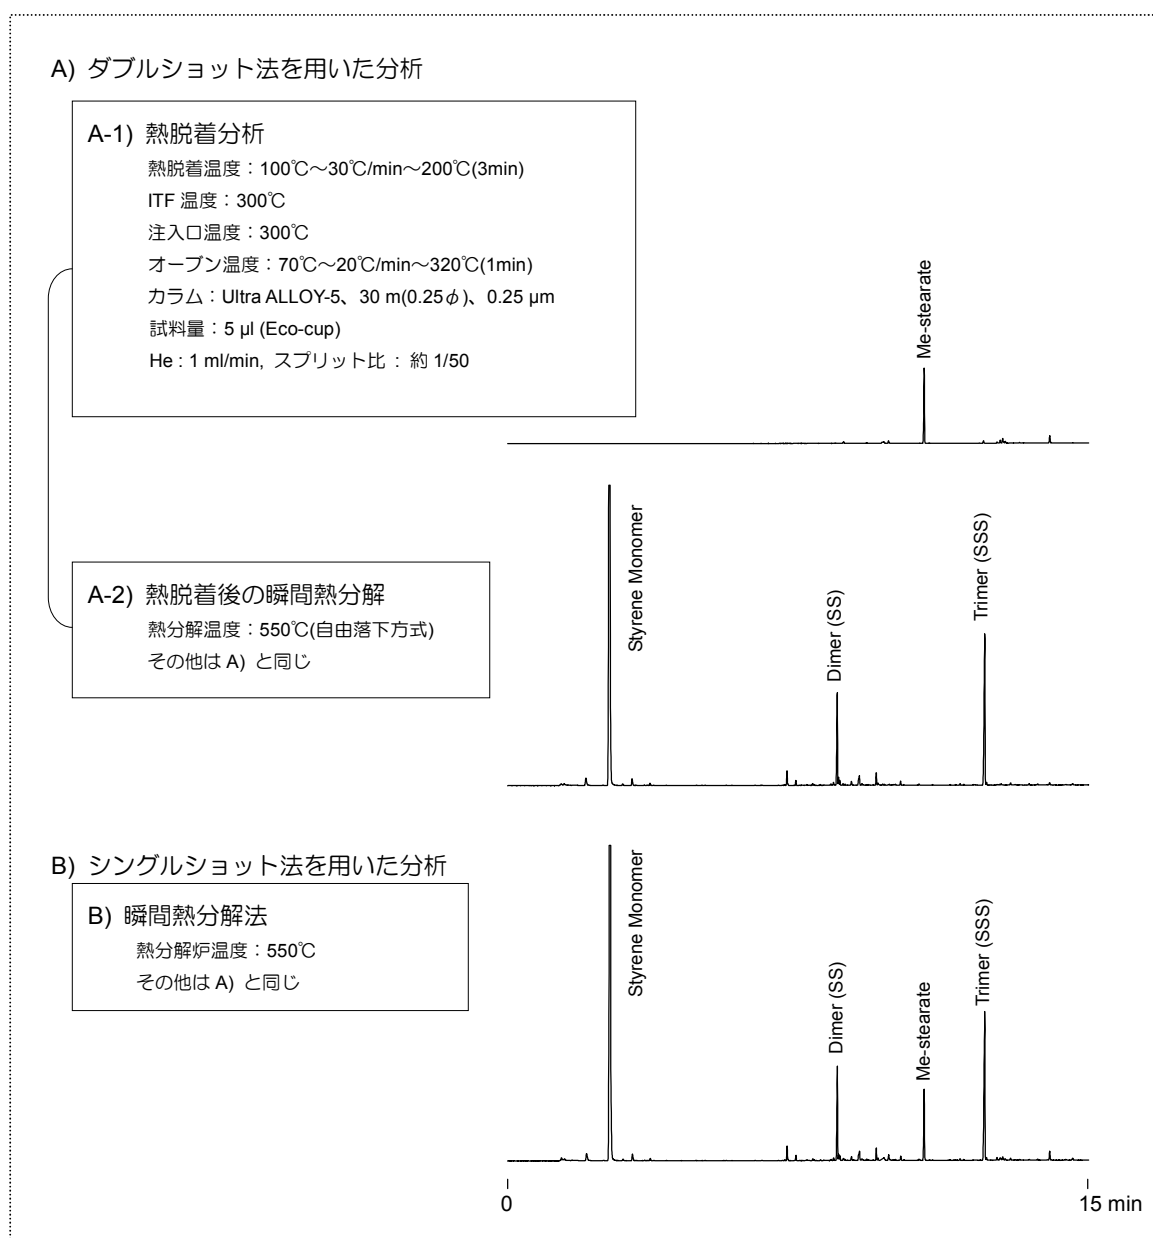

Fig. 5.8 ダブルショット法とシングルショット法による分析比較例
STEP2 熱分解装置と GC の分析条件の設定 (Fig. 5.8 参照)
ダブルショット法により得られた熱脱着と自由落下による瞬間熱分解による分析結果を、Fig. 5.8 の A-1)、A-2)に示します。